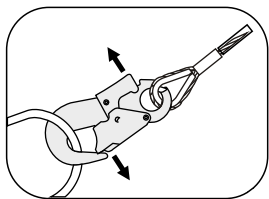

рис. 5
- Присоедините строп к D-образному кольцу на привязи за карабин класса Т (рис. 5).